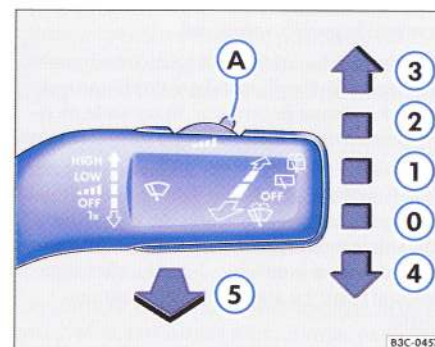

Fig. 45 Imagine de referință: Maneta de acționare a ștergătoarelor de parbriz.
Maneta de acționare a ștergătoarelor ⇒ fig. 45 are următoarele poziții:
- Când ștergătoarele funcționează în treapta ⇒ pagina 67, fig. 45" ② sau ③ și autovehiculul reduce viteza, se va selecta automat o poziție inferioară de ștergere. Dacă viteza se mărește, se va reveni la poziția anterioară.